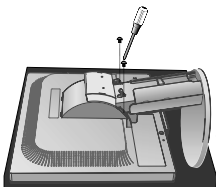

Рисунок S.2
3. Положите монитор экраном вниз на поверхность, которая не поцарапает экран (Рисунок S.2).
4. Отверните 2 верхних винта, с помощью которых монитор крепится к подставке (Рисунок S.2).